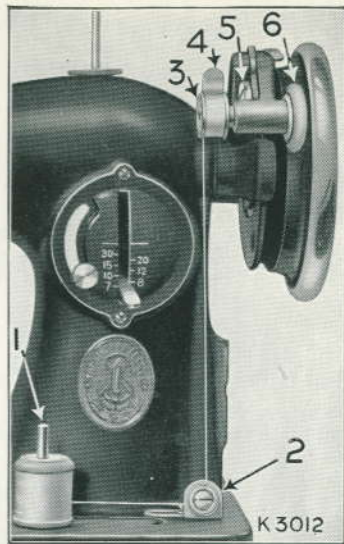

Fig. 4.
(Zie Fig. 4).
Zet het vliegwiel af door de vrijloopschijf naar U toe te draaien (zie Fig. 1) en zet een klos garen op de pin (1, Fig. 4). Leid den draad onder en tusschen de spanningschijven (2, Fig. 4) en steek het einde van den draad van binnen af door één van de gaatjes in de linker flens van het spoeltje. Plaats het spoeltje op de as (3) van den spoelwinder, druk het tegen den askraag aan en draai het rond, tot het pinnetje op den askraag in de inkeping in de flens van het spoeltje schiet.